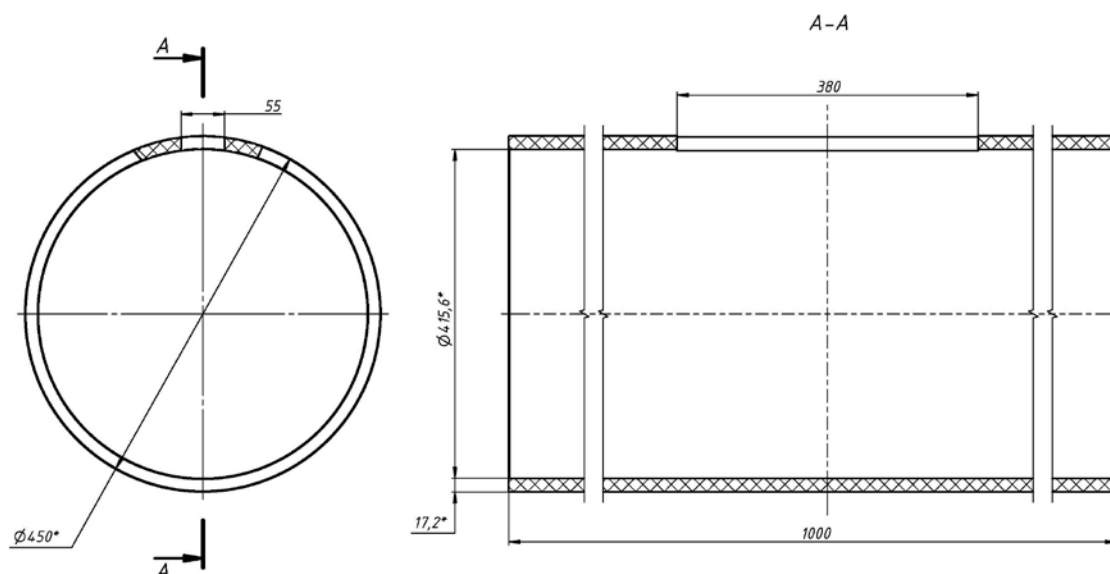

Рис. 5. Размеры окна для монтажа погружного элемента кассеты СН-5-П
2.2.6.2 Для установки погружного элемента кассеты на трубопроводе вырежьте в верхней части технологическое окно по размерам, указанным на рис. 5. Установите специальный монтажный швеллер на трубопровод.